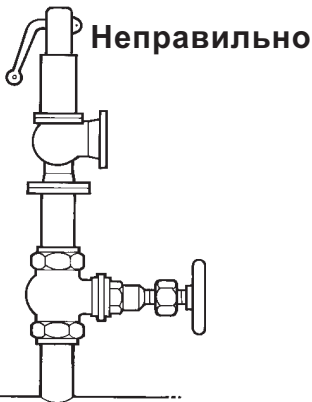

Рис.2
- 4.3 Не должно быть никаких дополнительных клапанов или фиттингов, чтобы можно было изолировать клапан (Рис.2).